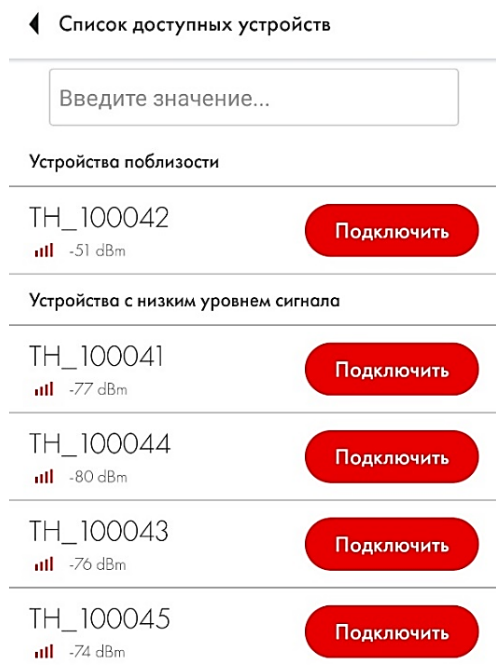

Рисунок 8 - Список доступных устройств
2.3.5 В окне «Список доступных устройств» (рис.8) можно выбрать датчик среди найденных устройств или ввести в поле поиска датчиков имя устройства, например, **ТН_100001** (для датчика температуры и влажности ТН-BLE).